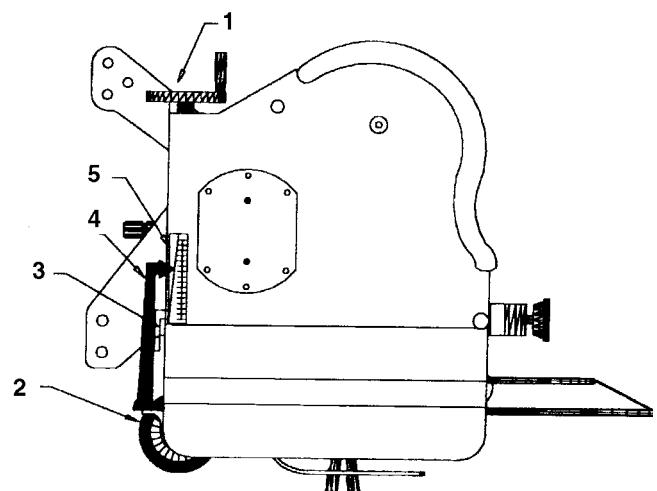

Bild 14
- (a) Stellen Sie sicher, daß der Absicherungsstift vollständig frei ist und in die Achswelle der ZWA eingesteckt ist, um die Verbindung (Bild 14) abzusichern.
Zum Einstellen der Einstechtiefe der Zinken (Bild 14):